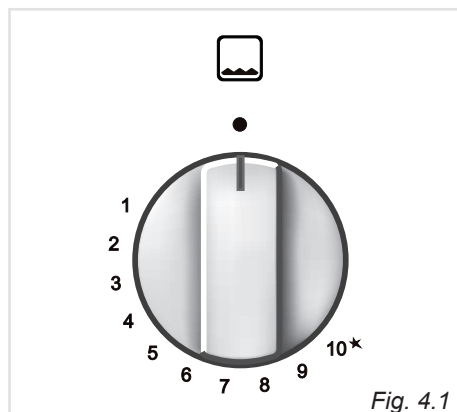

Fig. 4.1
I numeri da **1 a 10**, stampigliati sul pannello comandi in corrispondenza della manopola del termostato "gas" (fig. 4.1), indicano in modo crescente il valore della temperatura del forno come indicato nella tabella qui sotto riportata.
2. Premere leggermente la manopola del termostato e ruotarla in senso antiorario fino alla posizione **10** in corrispondenza del simbolo  (fig. 4.1), quindi premere a fondo la manopola per attivare l'accensione elettrica e aprire l'erogazione del gas